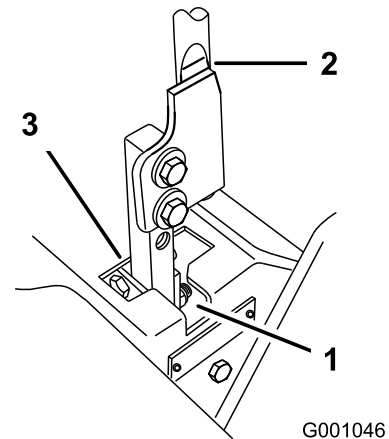

Figure 84
5. Placez le levier au point mort, sans le verrouiller (Figure 84).
6. Tirez-le ensuite en arrière jusqu'à ce que l'axe de chape (situé sur le bras au-dessous de l'axe de pivot) touche l'extrémité de la fente (c.-à-d. commence juste à appuyer sur le ressort, comme montré à la Figure 84).
7. Vérifiez la position du levier par rapport au cran de la console (Figure 84).